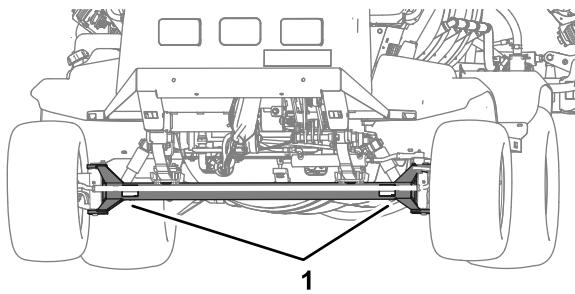
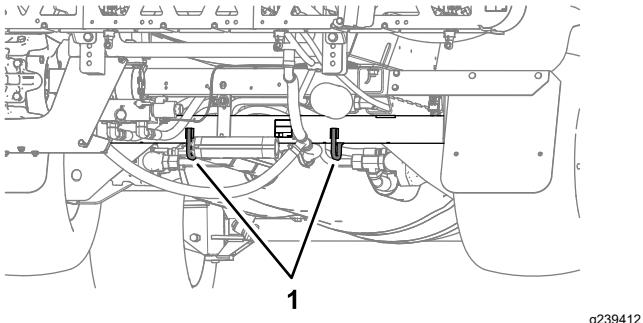

Figura 46
Figura 47
- Amarre la máquina firmemente al vehículo de transporte; la Figura 46 y la Figura 47 ilustran los puntos de amarre de la máquina.